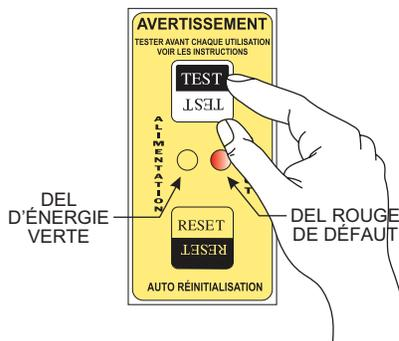

Figure 86. Module de détection GFCI (LED rouge/défaut ALLUMÉE)
6. Ensuite, appuyez sur le bouton **TEST** du module de GFCI (Figure 86) et vérifiez que le **VOYANT D'ALIMENTATION VERT** s'éteint et que le **VOYANT de défaut ROUGE S'ALLUME**.